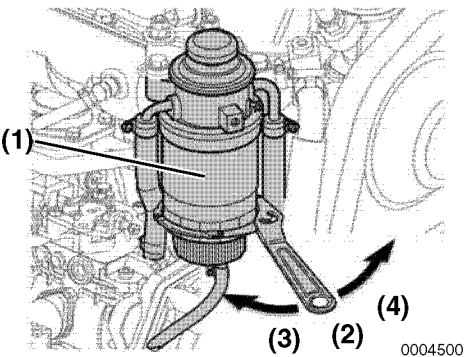

Abbildung 14
- 6. Die Filterabdeckung (**Abbildung 14, (1)**) mit einem Filterschlüssel (**Abbildung 14, (2)**) abnehmen.